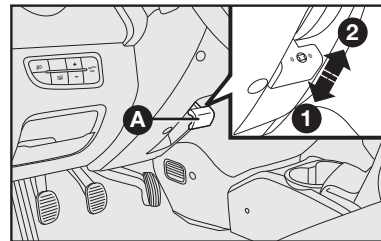

fig. 13
VOLANTE - fig. 13
- 1) deslocar a alavanca **A-fig. 13** para a posição **2-fig. 13**;